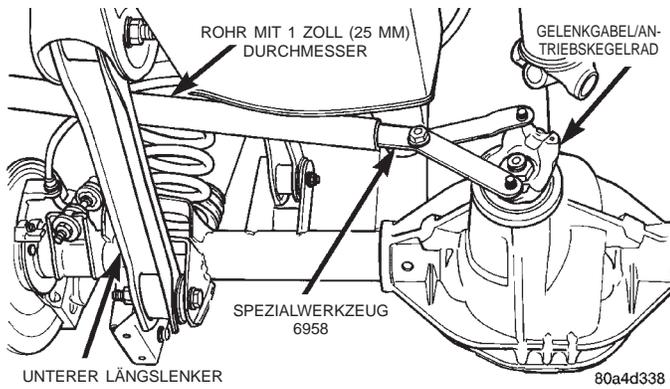

Abb. 36 Haltegriff für Gelenkgabel
(1) Ausgleichkorb aus dem Differentialgehäuse ausbauen.
(2) Gelenkgabeln und Gelenkwelle mit Paßmarkierungen für den Einbau versehen.
(3) Gelenkwelle von der Gelenkgabel des Ritzels lösen. Die Gelenkwelle mit einem stabilen Draht am Fahrwerk aufhängen.
(4) Gelenkgabel mit Haltegriff 6958 und einem Rohr (Durchmesser 1 Zoll (25 mm)) festhalten und die Mutter des Antriebskegelrads mit Unterscheibe lösen (Abb. 36).